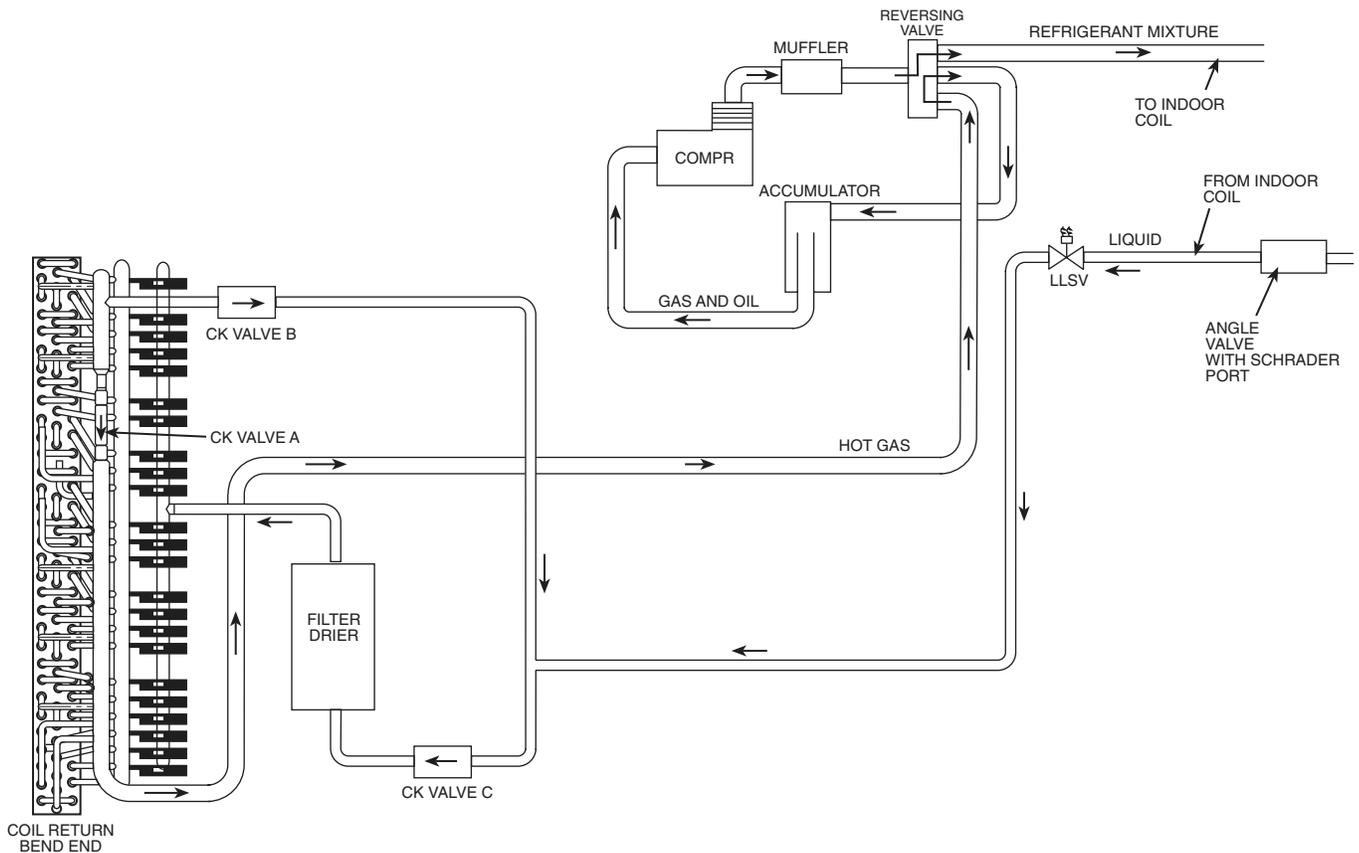

Fig. 23 — 541A180 Heating Mode
V. 541A180 HEATING MODE OPERATION (See Fig. 23)